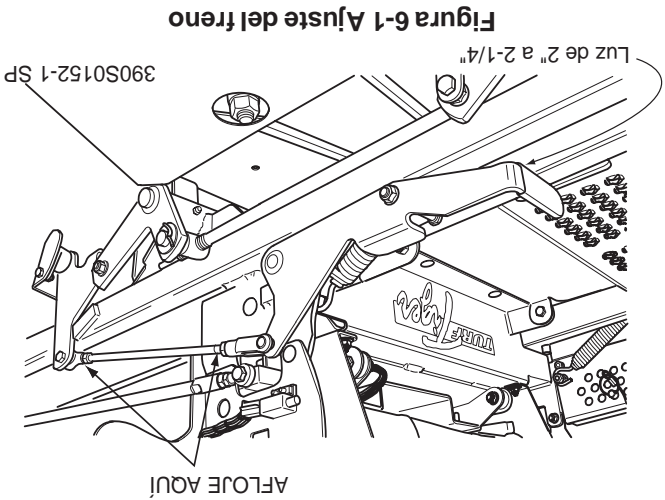

Figura 6-1 Ajuste del freno
2. Con la palanca de freno en la posición desconectada, revise la distancia entre la parte superior del tubo del bastidor y la parte inferior del mango del freno. La distancia debe ser de 2" a 2-1/4" (Vea la Figura 6-1).
3. Si la distancia no está en la medida especificada, regule arrojando la contratuerca en ambos extremos de la varilla de control del freno y girando la varilla hasta alcanzar la distancia apropiada. (Vea la Figura 6-1). Apriete las contratuercas.